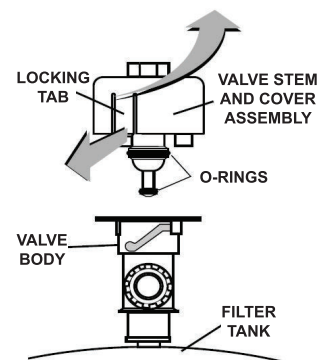

Figure 2
3. Terwijl de ontluchtungsklep op de filtertank is bevestigd, trekt u de sluitbuis naar buiten en verwijdert u de klepsteel en de afdekconstructie met een hef beweging tegen de klok in (zie afb. 2).